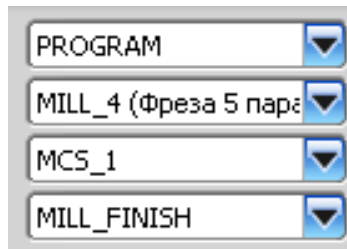

Рисунок 60 Параметры операции
1. Нажмите «Создать операцию»  на панели инструментов. Выберите «3D профиль твердого тела» . Задайте следующие параметры (рисунок 60):